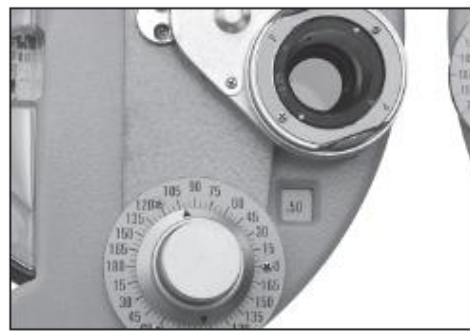

Abb.37
- (3) Drehen Sie das Objektiv erneut, um einen Vergleich anzustellen. Wenn das, was der Testteilnehmer sieht, am klarsten ist, wie in Abb. 37 gezeigt, verschieben Sie die zylindrische Kreuzlinse axial um 5° in Richtung des roten Punktes, so dass er 100° wird.
- (4) Drehen Sie das Objektiv erneut. Wenn der Testteilnehmer keinen Unterschied feststellen kann, wird die genaue Untersuchung der Zylinderachse abgeschlossen (mit einer Astigmatikachse von 100°).
- (5) Führen Sie nun eine genaue Messung der Zylinderleistung (C) durch und drehen Sie den
Buchstaben P auf die ursprüngliche Achse (siehe Abb. 37).